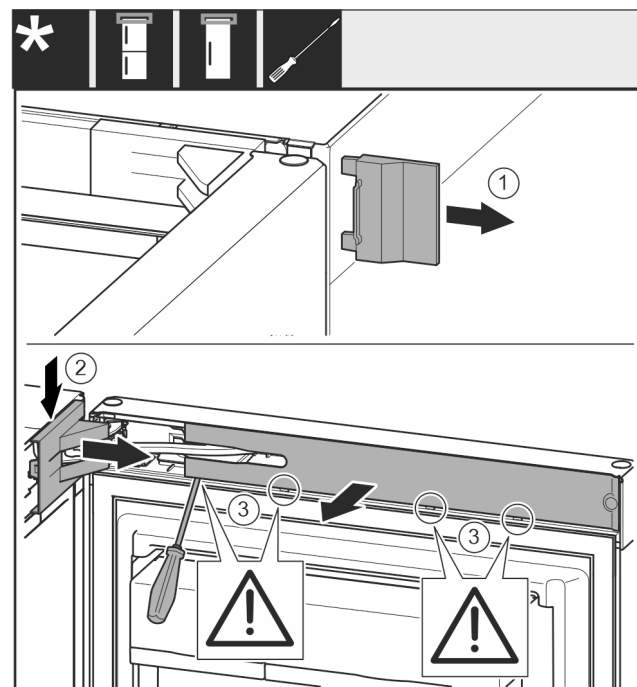

Fig. 11
- Rimuovere la copertura Fig. 11 (1).
- Disinnestare e allentare la copertura del blocco di supporto Fig. 11 (2).
- Rimuovere la copertura del blocco di supporto Fig. 11 (2).
- Disinnestare la maschera Fig. 11 (3) con un cacciavite a intaglio e ruotarla lateralmente.